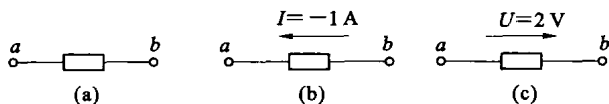

图 1.3 例 1.1 图
**【例 1.1】** 如图 1.3(a)所示某电路元件:① 流过 1 A 的电流,实际方向为由  $a$  点至  $b$  点,试为该电流设参考方向,并写出相应的表达式;②  $a$  点为高电位, $b$  点为低电位,实际电压方向为从  $a$  点指向  $b$  点,试为该 2 V 的电压设参考方向,并写出相应的表达式;③ 若设  $b$  点为参考点,则  $a$  点的电位为多少? 若设  $a$  点为参考点,则  $b$  点的电位为多少?
**【解】** ① 设电流参考方向与实际方向相反,则有  $I = -1$  A,如图 1.3(b)所示。
② 设电压参考方向与实际电压方向相同,则有  $U = U_{ab} = 2$  V,如图 1.3(c)所示。
③ 若  $b$  点为参考点,则  $V_b = 0$  V,则有  $V_a = U_{ab} = 2$  V;